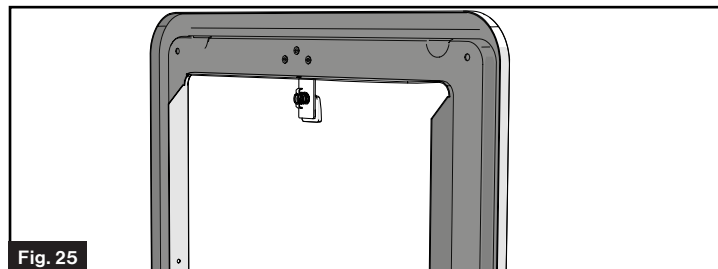

Fig. 25
- Appliquez un matériau d'étanchéité adéquat, par exemple du ruban butyle ou de la mousse d'étanchéité (largeur recommandée) : 1 po, non fourni), sur toute la face arrière du cadre de la porte, les zones de rebord et les trous. (Fig. 25)